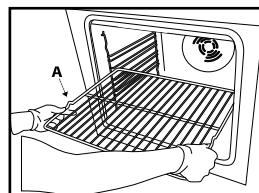

Рис. 1
1. Вставьте решетку горизонтально, располагая ее выступом "A" вверх (Рис. 1).